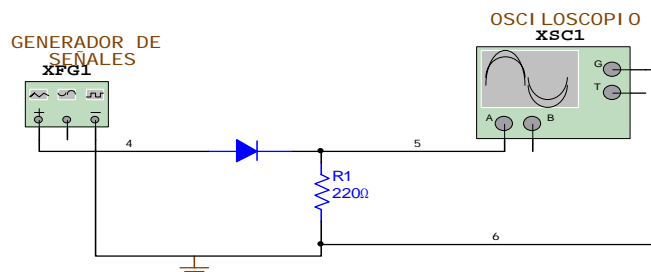

Figura 6.
- a) Utilice el diodo de Germanio y construya el circuito que se muestra en la figura 6.